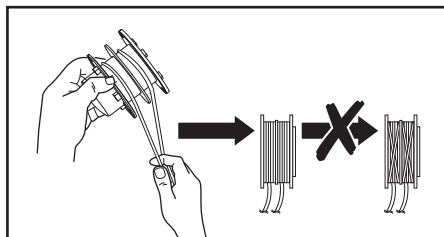

Fig. 17
7. Enrole firmemente todos os fios do aparador em redor da bobina do aparador (10d) na direção da seta (Fig. 17).